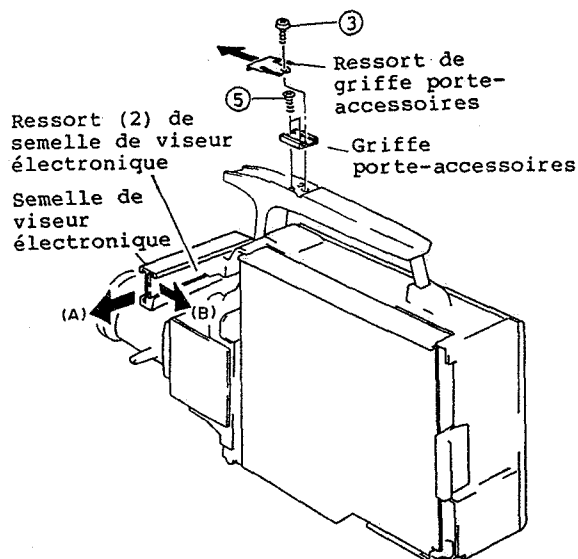

Fig. 2-5
- Retirer les deux (2) vis de fixation de la trappe à vidéocassette. (Se reporter à la figure 2-5)